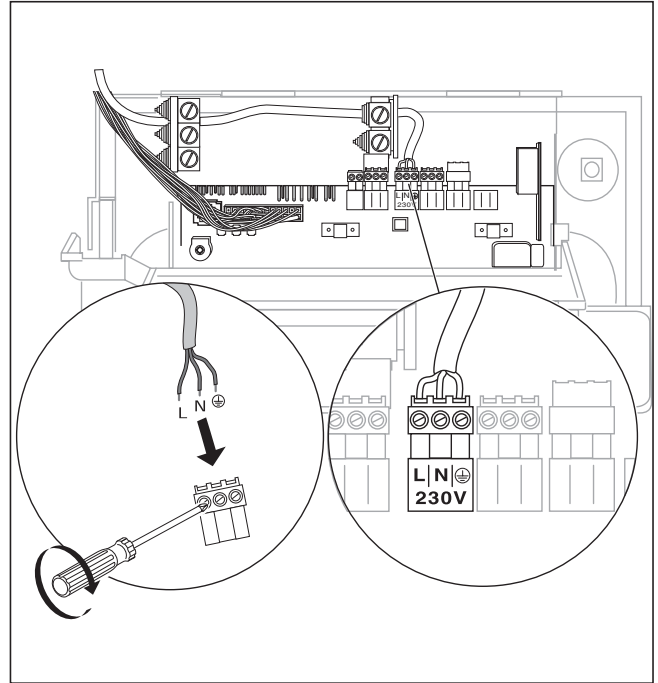

Fig. 4.5 Branșarea cablului de rețea
Cazanele cu gaz Vaillant sunt dotate cu sistemul de fișe Pro E pentru facilitarea instalării părții electrice și sunt cablate până la faza de branșare imediată. Cablurile de rețea și celelalte cabluri de conectare (de ex. pompa de circulație etc.) pot fi legate la fiecare fișă a sistemului Pro E special prevăzută (vezi fig. 4.5). Cablurile de rețea și cele de tensiune scăzută (de ex. conductorii senzoriali) vor fi pozate cu distanțare reciprocă.
- Conectați fix cablul de rețea la fișa Pro E (vezi fig. 4.5 și 4.6).